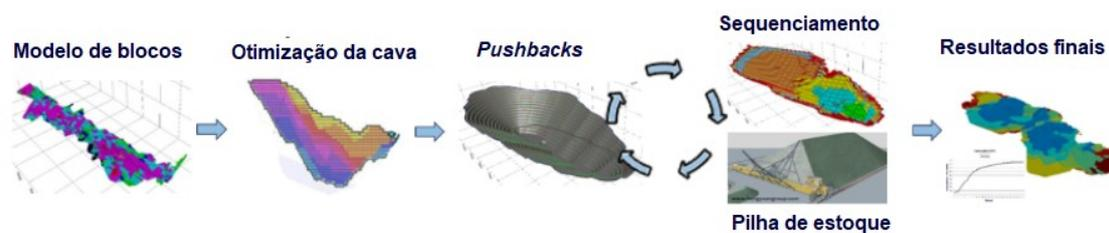

Figura 1: Processo de sequenciamento tradicional
Durante décadas a indústria de mineração lidou com o planejamento de lavra como um processo passo a passo. Esta tecnologia tradicional foi estabelecida de forma inteligente face às limitações tecnológicas da época. A metodologia convencional, retratada na Figura 1, em geral, consiste em três etapas principais: otimização de cava com cavas aninhadas usando o algoritmo Lerchs-Grossman (LG), definição de *pushbacks* e escalonamento de bancadas dentro de *pushbacks*. Manipulações e ciclos intermediários ao longo dessas etapas podem ser necessários para atingir um VPL mais alto.